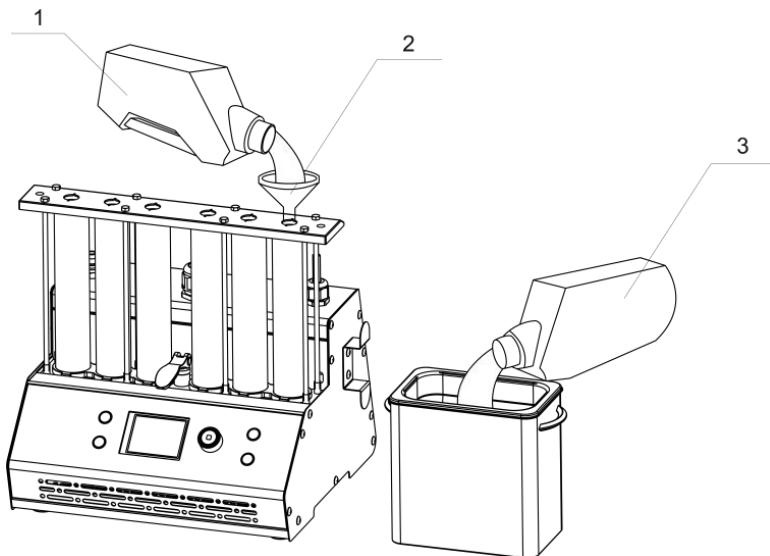

Рис. 4.1
- 2) Проверьте и добавьте тестовую жидкость. Поднимите ручку слива топлива и с помощью заправочной воронки залейте 2000 мл тестовой жидкости в отверстие одной из мерных колб (обратите внимание на контроль скорости заправки, чтобы предотвратить переливание жидкости), как показано на рис. 4.1.
**① Внимание: Тестовая жидкость используется для проверки баланса производительности и факела распыла, испытания на утечку, проверки расхода впрыска и автоматической проверки. Для УЗ очистки используется специальная очищающая жидкость. Обе жидкости не входят в комплект поставки Стенда и приобретаются отдельно.**